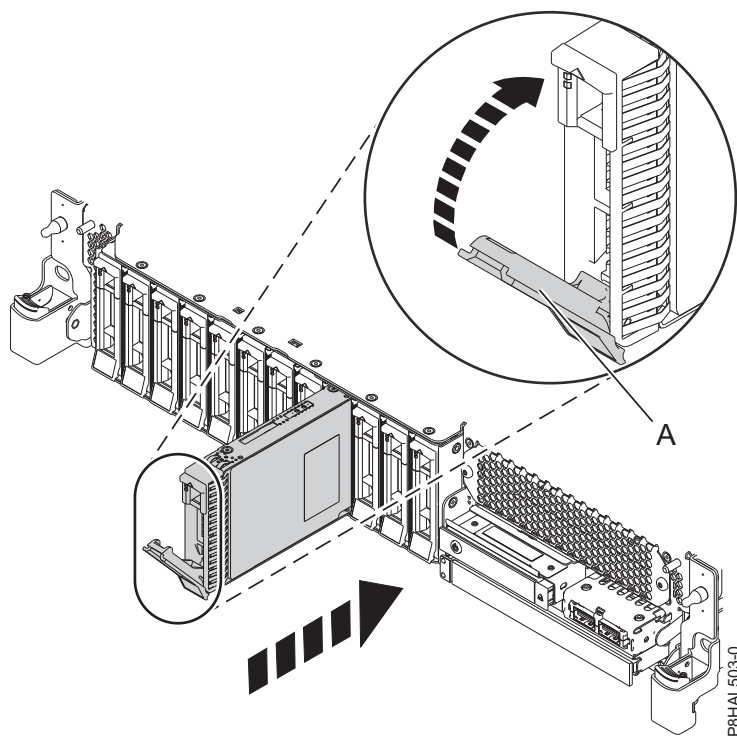
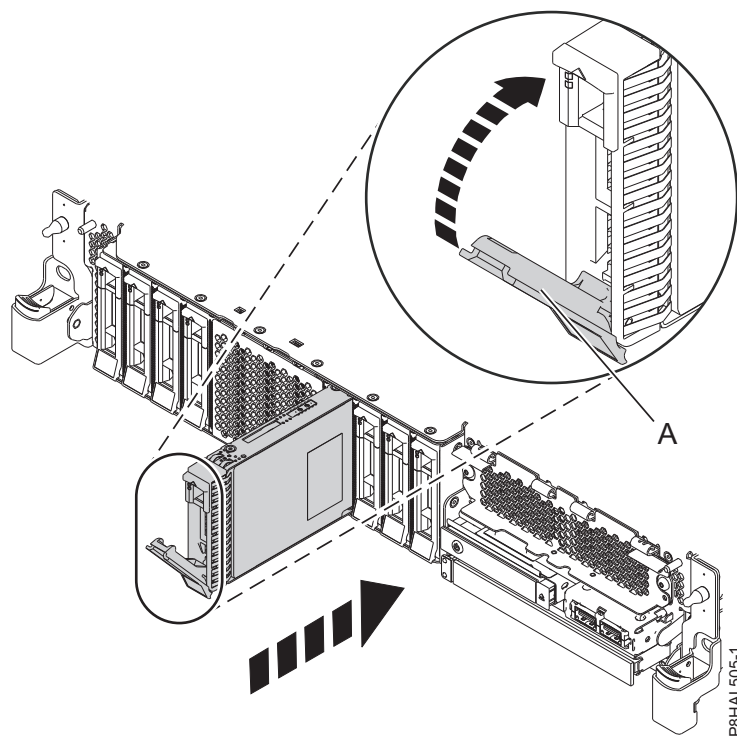

Figura 44. Substitució d'una unitat de disc d'un sistema de funció bàsica
Figura 45. Substitució d'una unitat de disc en un sistema de funció expandida
3. Desbloquegeu la nansa del compartiment d'unitats (A) prement-la i estirant-la cap a vosaltres. Si la nansa no s'estén del tot, la unitat no podrà lliscar en el sistema. Consulteu Figura 44 a la pàgina 47 i Figura 45 a la pàgina 47.
5. Feu lliscar la unitat fins que quedi al fons del sistema i empenyeu la nansa del compartiment d'unitats (A) fins que quedi bloquejada, tal com es mostra a Figura 44 a la pàgina 47 i Figura 45 a la pàgina 47.